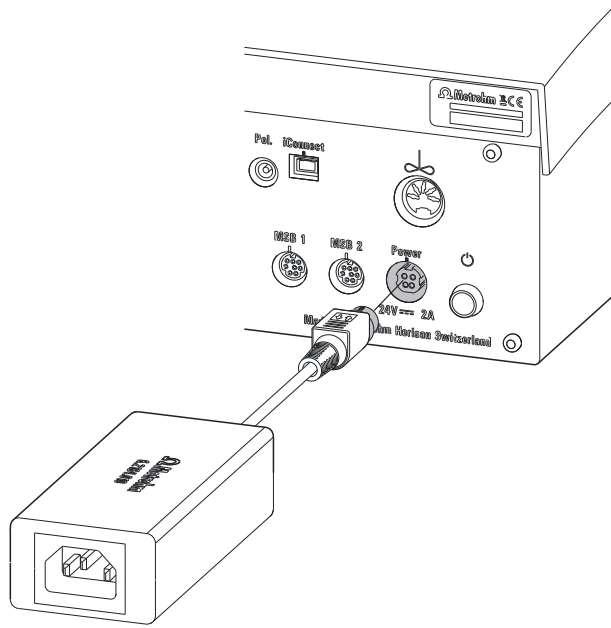

图3 连接供电单元
- 1 将外接供电单元的插头与 Ti-Touch 的电源接线盒相连（参见图 3，第 12 页）。